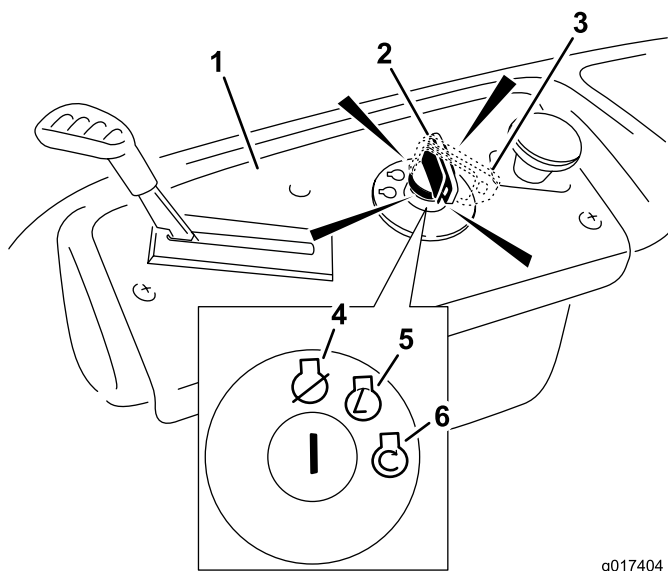

Figura 13
4. Rode a chave da ignição para a posição Start para ligar o arrancador. Quando o motor arrancar solte a chave (Figura 13).
2. Desloque a alavanca do acelerador para a posição Fast (Rápido) (Figura 13).